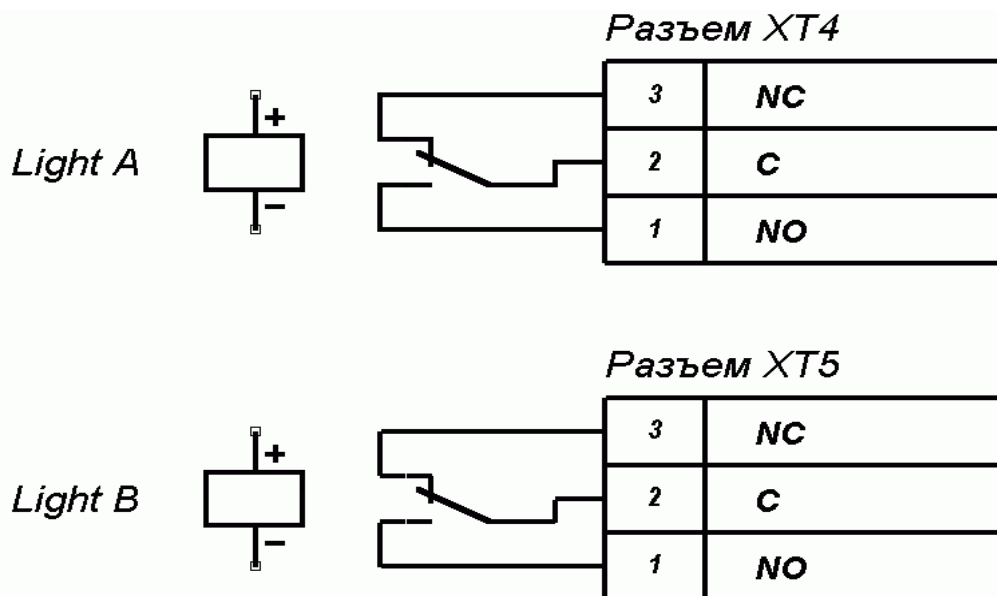

Рисунок 8 – Выходные каскады для Light A и Light B
5.9.4 Выносные индикаторы подключаются на клеммные колодки "ХТ4" (Light A) и "ХТ5" (Light B). При этом реле Light A (Light B) активизировано (на его обмотку подано напряжение), когда горит соответствующая данному направлению прохода зеленая стрелка на световом табло, и нормализовано (на его обмотку напряжение не подано), когда соответствующая данному направлению прохода зеленая стрелка на световом табло не горит. Факт срабатывания / отпускания реле Light A и Light B можно определить по загоранию / гашению красных индикаторов, которые установлены вблизи указанных реле (см. рис. 3). Выходные каскады для Light A и Light B — перекидные контакты реле (см. рис. 8) со следующими характеристиками сигналов: